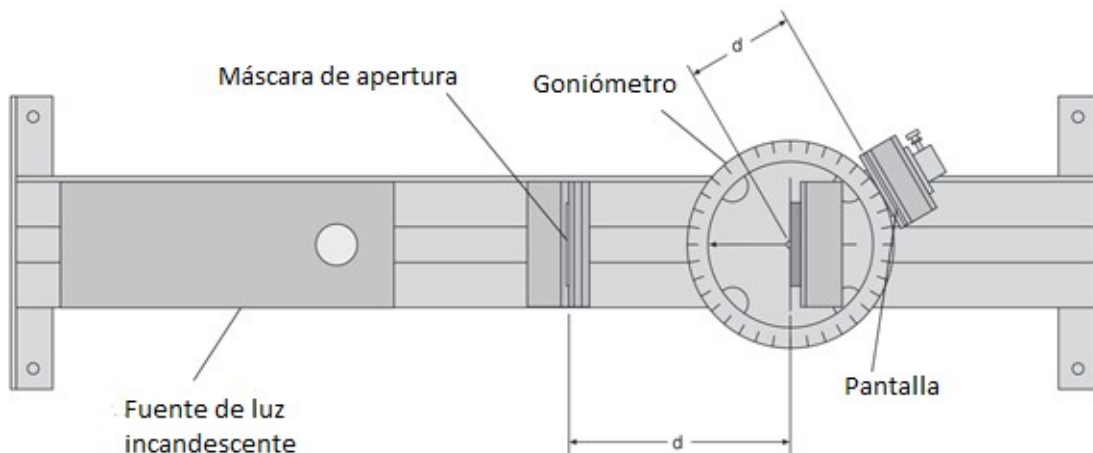

Figura 1.1: Configuración del experimento
2. Fije la rendija al portacomponentes y colóquela entre la fuente de luz y el goniómetro para que la misma esté a  $d$  centímetros de su centro . La distancia  $d$  (alrededor de 6,5 cm) es la distancia medida desde el centro de la goniómetro al primer soporte del analizador en el área móvil (ver Figura 1.1 ).